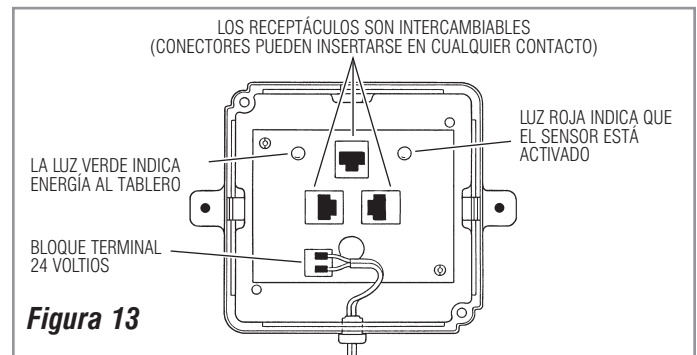
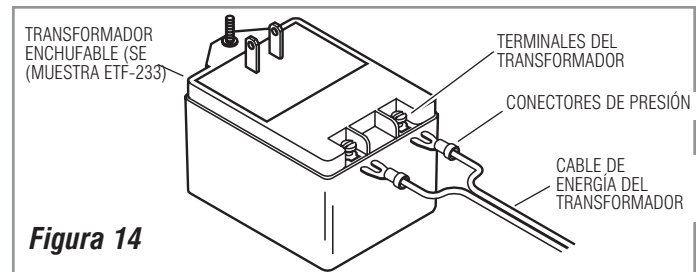

Figura 13
Figura 14
Conecte el Cable de Energía al Bloque Terminal en el Tablero de Conectores. Vea la Ubicación del Bloque Terminal de 24 Voltios en el Tablero de Conectores. Figura 13. Instale Conectores de Presión a la punta opuesta del Cable de Energía del Transformador y conecte las puntas del Cable de Energía a las Terminales del Transformador, como se ve en la Figura 14.
Nota: El Módulo de Control está equipado con dos (2) indicadores LED. Cuando el Transformador suministra energía al Tablero, el LED verde prende. Cuando se activa el Sensor, el LED rojo prende. Vea la ubicación de los indicadores LED en la Figura 13